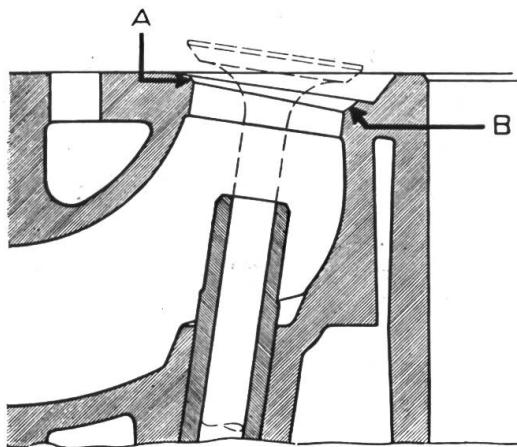

Fig. 5
3. Ist der Sitz nicht am ganzen Umfang gleich breit, dann muss er mit dem  $75^\circ$  Fräser korrigiert werden. Ungleiche Sitzbreite ergibt ungleichmässige Beanspruchung des Ventils (Fig. 5). Mit diesem Fräser soll nur sehr sparsam Material abgefräst werden, damit der Sitz nicht zu weit nach aussen kommt.